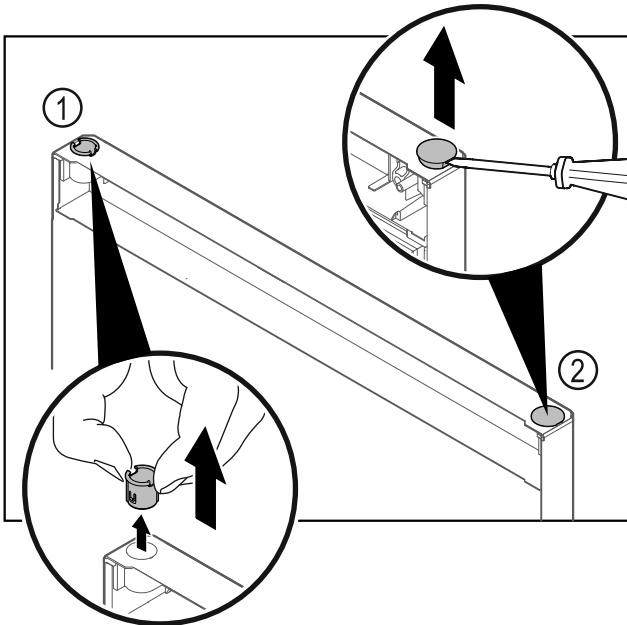

Fig. 22 Врата на хладилната част
- Изтеглете с пръсти втулката на пантата Fig. 22 (1).
- С плоска отвертка внимателно повдигнете покриващата тапа Fig. 22 (2) и я извадете.